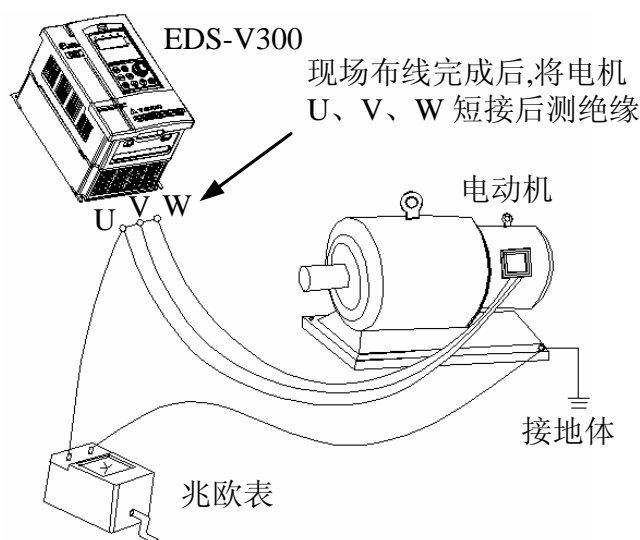

图 1-1 电机绝缘检查示意图
- (1) EDS-V300 系列变频器为电压型变频器，使用时电机的温升、噪声和振动与工频运行相比较略有增加，属正常现象。
- (2) 如果需要以低速恒转矩长期运行，必须选用变频电机。若使用一般的异步交流电机低速运行时，应监控电机温度或采取强制散热措施，以防烧毁电机。
- (3) 减速机及齿轮等需要润滑的机械装置在长期低速运行时，可能由于润滑效果变差造成损坏，请事先采取必要措施。
- (4) 若超过电机额定频率运行时，除了考虑电机的振动、噪音增大外，还必须确保电机轴承及机械装置的使用速度范围，请务必事先确认。
- (5) 对于提升设备和大惯性之类的负载，变频器常会因产生过流或过压故障而跳闸，为保证正常工作，应考虑选配适当的制动组件。
- (6) 应通过端子或其它正常的命令通道对变频器进行起停控制。严禁在变频器输入侧使用接触器等强电开关直接频繁起停操作，否则会造成设备损坏。
- (7) 如果需要在变频器输出和电机之间安装接触器等开关器件，请确保变频器在无输出时进行通断操作，否则可能会损坏变频器。
- (8) 变频器在一定的输出频率范围内,可能会遇到负载装置的机械共振点,可设置跳跃频率来避开。
- (9) 使用前,应确认电源电压在允许的工作电压范围之内,否则应做变压处理或订购特种变频器。
- (10) 在海拔高度超过 1000 米的条件下,变频器应降额使用,每增加 1500 米高度输出电流约降低额定电流的 10%。
- (11) 电机在首次使用或长时间放置后再使用之前,应做电机绝缘检查。请使用 500V 电压型兆欧表按图 1-1 所示进行检查,绝缘电阻不得小于 $5\text{ M}\Omega$, 否则有损坏变频器的可能。